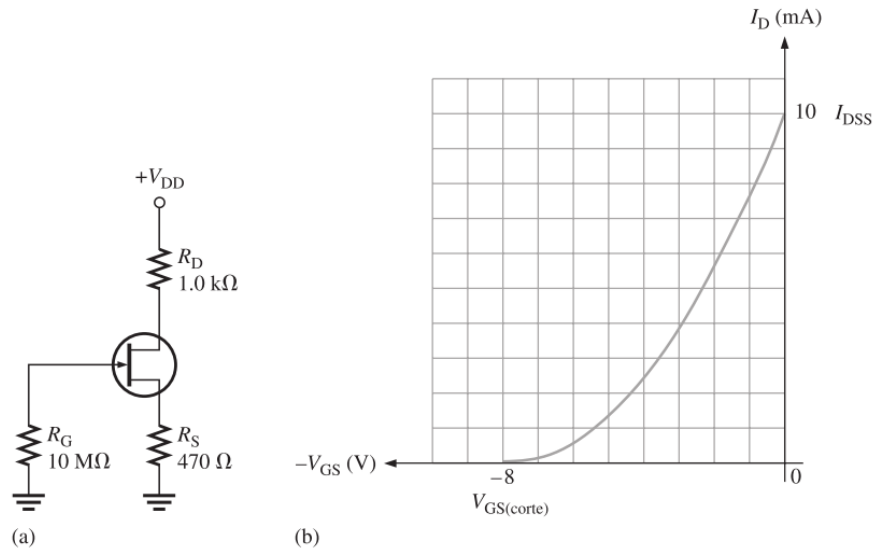

Figura 2.2. JFET polarizado y su curva de transferencia.
Se puede ocupar la curva característica de transferencia de un JFET y ciertos parámetros para determinar el punto Q ( $I_D$  y  $V_{GS}$ ) de un circuito autopolarizado. La figura 2.2(a) muestra un circuito y la figura 2.2(b) muestra una curva de transferencia. Si una hoja de datos no incluye una curva, puede ser trazada con la ecuación (1), utilizando los valores de  $I_{DSS}$  y  $V_{GS(corte)}$  dados en la hoja de datos.
Para determinar el punto Q del circuito de la figura 2.2(a) se establece una recta de carga de c.d. de autopolarización en la gráfica de la parte (b) de la forma descrita a continuación. Primero se calcula  $V_{GS}$  cuando  $I_D$  es cero.
Esto establece un punto en el origen de la gráfica ( $I_D = 0$ ,  $V_{GS} = 0$ ). A continuación se calcula  $V_{GS}$  cuando  $I_D = I_{DSS}$ . En la curva de la figura 2.2(b),  $I_{DSS} = 10 \text{ mAmp}$ .